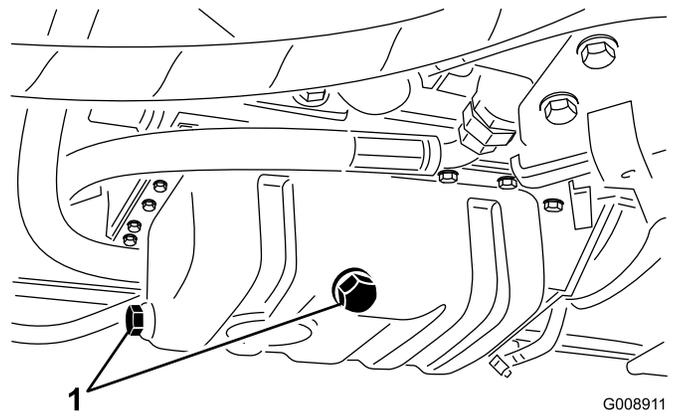

Figura 36
1. Retire el tapón de vaciado (Figura 36) y deje fluir el aceite a un recipiente apropiado.